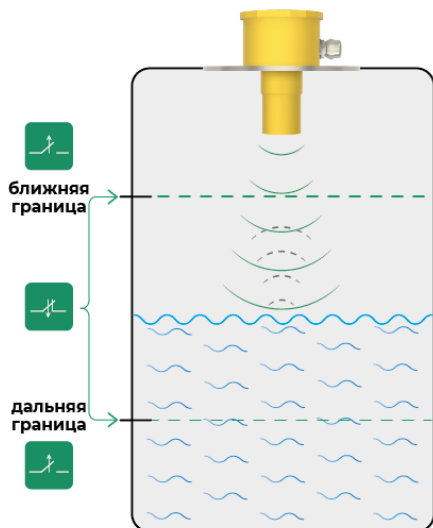

Рисунок 12 – состояние дискретного выхода в режиме «НО»
2.8.2 В режиме работы «НО», дискретный выход замыкается (замыкает цепь нагрузки), если уровень материала находится внутри окна и размыкается, если уровень материала находится вне окна (рисунок 12). При отсутствии отраженного сигнала дискретный выход разомкнут.